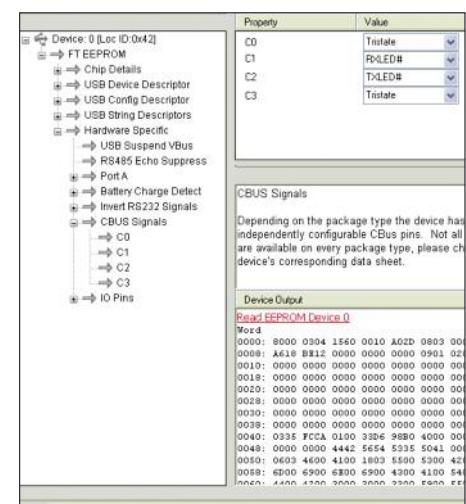

Bild 16: Die CBUS-Signale C1 und C2 sind normalerweise bereits auf RX bzw. TX gesetzt.
– unter *Hardware Specific* → *CBUS Signals C1 und C2* gemäß **Bild 16** eingestellt sind (normalerweise beides herstellerseitig gesetzt).